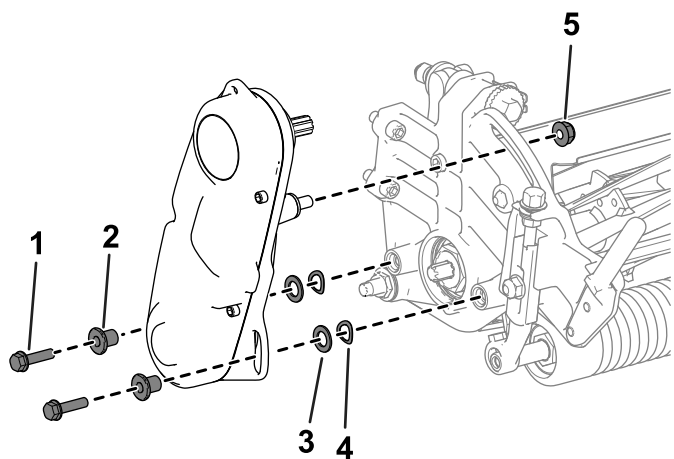

Рисунок 45
2. Снимите детали крепления узла привода барабана к боковой пластине (Рисунок 45).
- Снимите узел привода барабана, плоские шайбы, пружинные шайбы и проставки с боковой пластины (Рисунок 45).